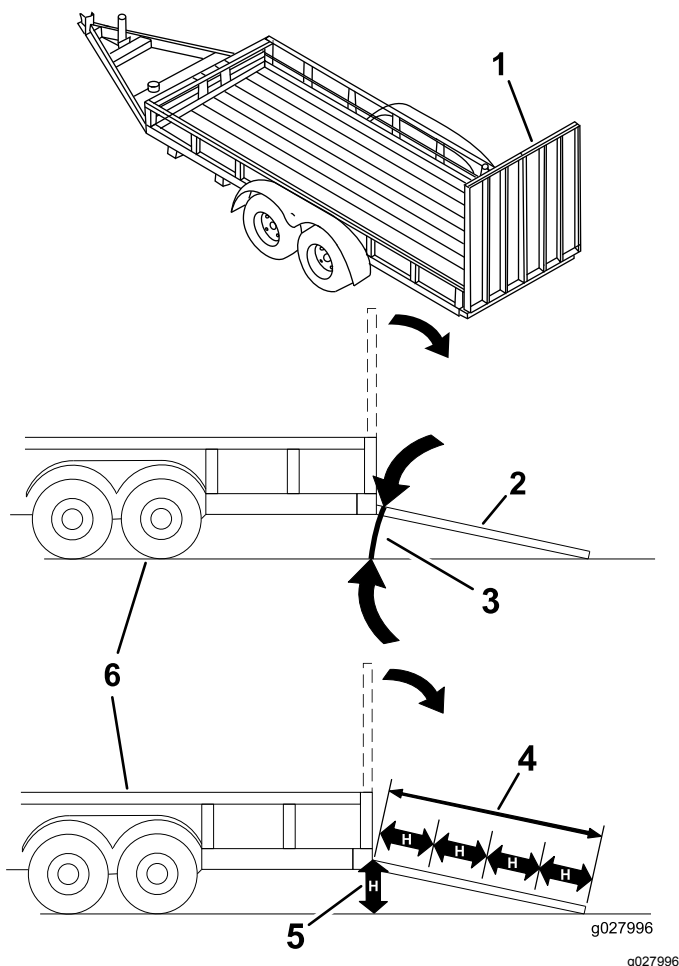

図 29
マシンをトレーラなどに搭載する作業は、機体を転倒させる危険をはらんでおり、万一そのような事故が起こると死亡事故など重大な人身事故となる図 29。
3. 歩み板を降ろす板と地面との角度が15°以下となるにすること 図 29。